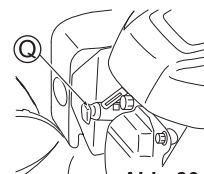

Abb. 30
1. Entfernen Sie die Zündkerzenkappe (Q). (Siehe Abb. 30)